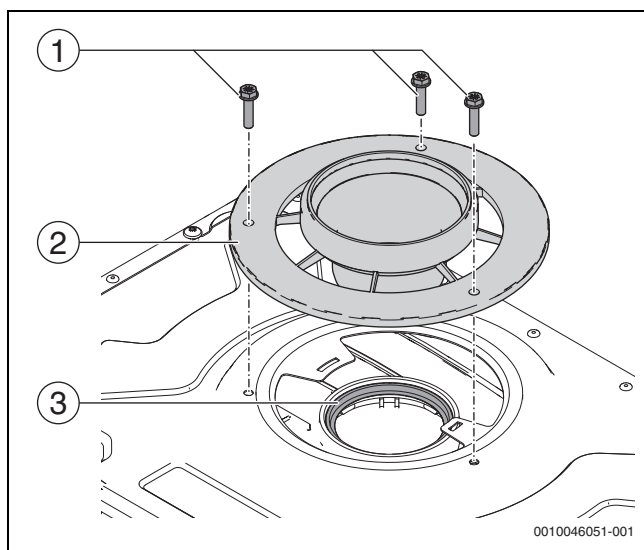

Fig. 132 Desmontar adaptador da conduta dos gases queimados e conjunto da conduta dos gases queimados
- ▶ Apertar três parafusos (Pozi ou sextavados) (→ fig. 132, [1]). Não apertar demasiado os parafusos.